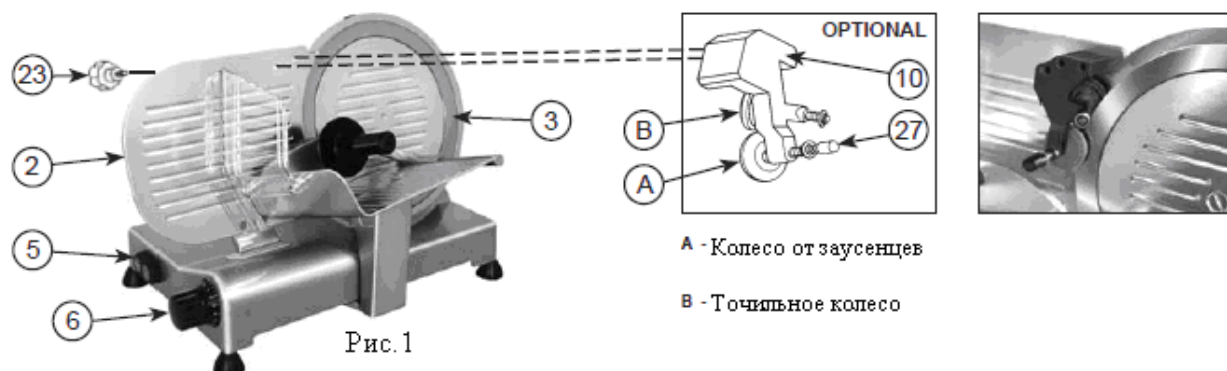

Рис.1
- установите подвижную пластину (2) на максимальное расстояние от ножа (3), поворачивая ручку с делениями (6)
- поместите заточное устройство (10) на подвижную пластину (2), как показано на рис.1, зафиксировав его с помощью ручки (23)
- включите выключатель (5) для запуска автоматической заточки. При необходимости поворачивайте ручку с делениями (6) до тех пор, пока точильное колеса не станет вращаться вместе с ножом
- наточите нож автоматически около 1 минуты, затем удерживайте кнопку давления на колесе для удаления заусенцев (27) в течение 2-3 секунд, отпустите кнопку и одновременно выключите мотор
- после заточки снимите заточное устройство (10) с подвижной пластины (2) и установите его в изначальное месторасположение